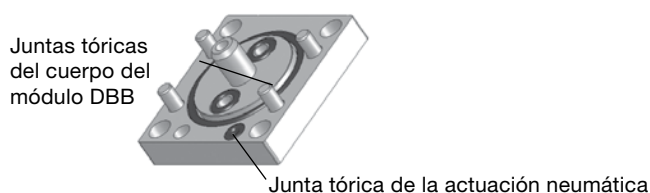

Fig. 9
3. Para sustituir la **junta tórica del cuerpo del módulo DBB** (9-022) o la **junta tórica de actuación neumática** (9-004), desmonte el módulo y la brida según los pasos 1 y 2 de **Sustitución de bridas**. Ver Fig. 9.